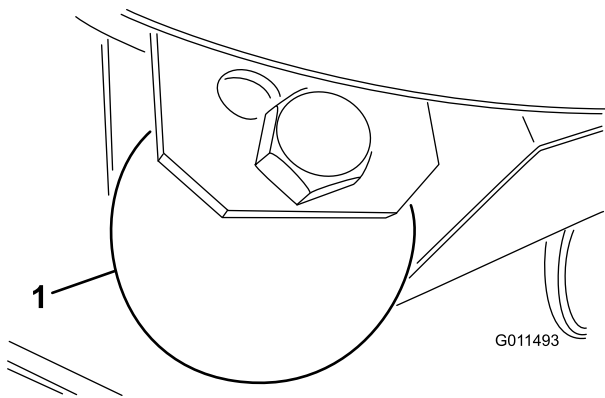

Bild 29
- Entfernen Sie die Schraube und Mutter, mit denen das Abstandsrad an den Mähwerkhalterungen befestigt ist (Bild 29).